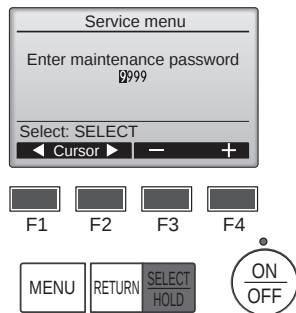

Fig. 7-2
- ① Sélectionnez "Service" dans le menu général puis appuyez sur le bouton [SELECT/HOLD].
- ② Lorsque le menu SAV est sélectionné, une fenêtre vous invitait à saisir le mot de passe apparaît. (Fig. 7-2)